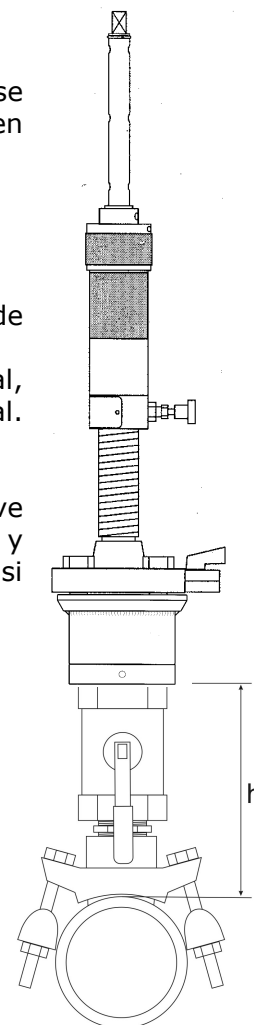

Figura 13
- Con el mando de la válvula intermedia en posición de abierto (para perforaciones en carga), montar ahora la máquina de perforar **AcuDrill Plus** roscándola sobre la válvula o sobre el cabezal del collarín, según el caso. El adaptador debe tener montada la junta de estanquidad. Ver *Figura 13*.